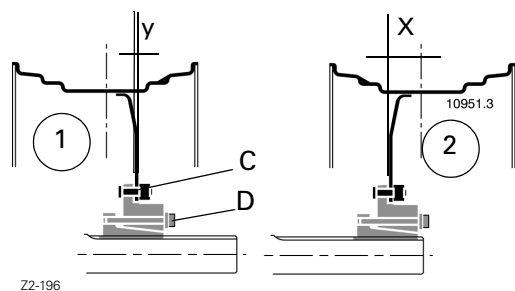

Fig. 52
2. Aflojar los tornillos (1) de los semicubos cónicos aproximadamente 3 vueltas.
3. Retirar los 4 tornillos de sujeción (2) y colocarlos en los orificios (3).
5. Volver a colocar los 6 tornillos (3) en su emplazamiento original y apretarlos con cuidado de alinear correctamente los dos semiconos.
6. Apretar los tornillos al par de forma alterna en cada semicono (Fig. 52).